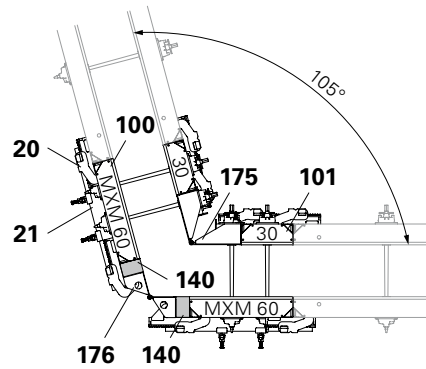
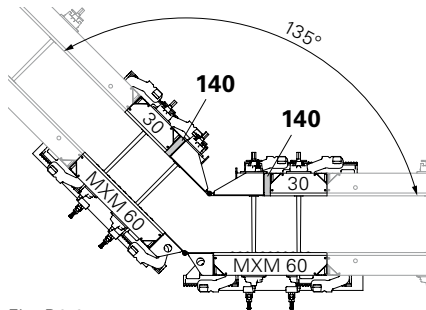

Fig. B8.02
Fig. B8.04
Corner (175). (Fig. B8.02 + Fig. B8.04)
105° – Fig. B8.02 + B8.06 + B8.07
135° – Fig. B8.04 + B8.06 + B8.07